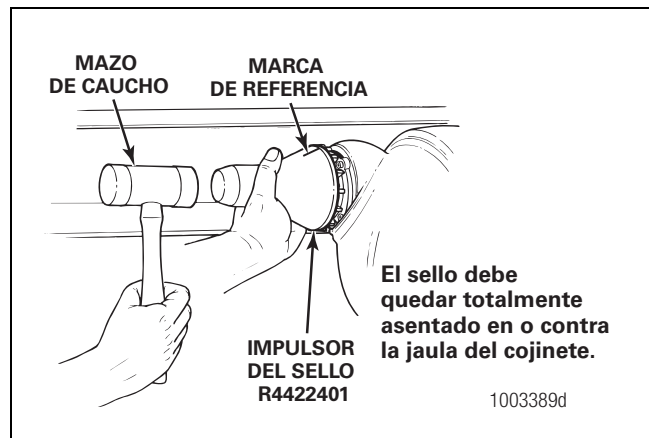

Figura 5.32
4. Use un mazo de caucho para impulsar el sello en o contra la jaula del cojinete. El sello debe quedar totalmente asentado en o contra la jaula del cojinete. Figura 5.32.